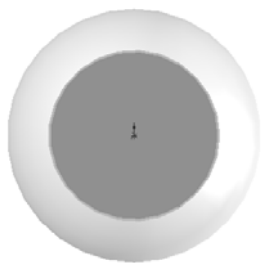

图 5-48 设置的基准面
(9) 设置基准面。单击右键在弹出的快捷菜单中选择“旋转视图”命令或按住鼠标中间，在绘图区出现图标，改变视图的方向，然后用鼠标选择图 5-47 中下面的平面作为基准面，单击“标准视图”工具栏中的（正视于）按钮，结果如图 5-48 所示。